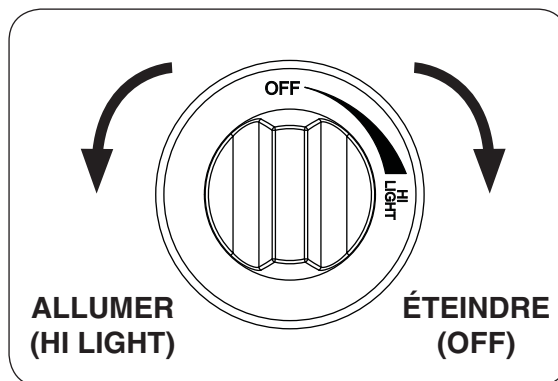

Fig. 22-2
4. **Une fois que le match est en feu et en position**, appuyer sur le bouton de contrôle du gaz et tournez dans le sens antihoraire à la position de **HI LIGHT (allumer)** (voir Fig. 22-2). Votre brûleur devrait s'allumer.
**AVERTISSEMENT:** Si le brûleur ne se allume pas la lumière dans les cinq (5) secondes de tourner le bouton de commande, appuyez immédiatement sur le bouton de commande et tournez dans le sens horaire à la position **OFF (éteindre)**.
**Pour éteindre le brûleur à gaz**, appuyer sur le bouton de contrôle du gaz et tournez dans le sens horaire à la position **OFF (éteindre)** (voir Fig. 22-2). Assurez-vous que le bouton de commande est tourné complètement hors tension pour éviter toute fuite de gaz.